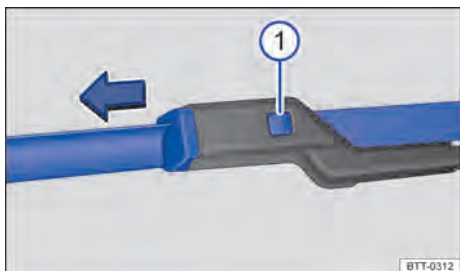

Fig. 154 Sustituir las escobillas limpiaparabrisas.
- Mantenga la tecla de desbloqueo → fig. 154 ① pulsada y, al mismo tiempo, retire la escobilla de los limpiaparabrisas en el sentido de la flecha.